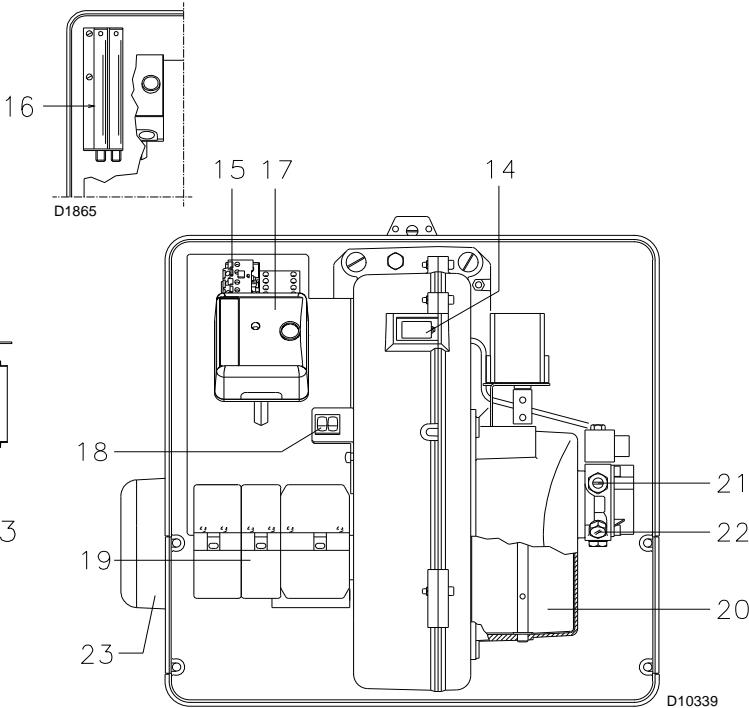

Fig. 6
El encendido del pulsador de la caja de control 18)(Fig. 6)(A) indica que el quemador está bloqueado.